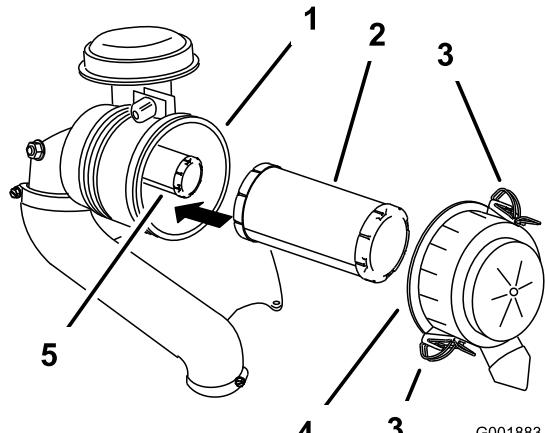

Bild 40
5. Schieben Sie den Hauptfilter vorsichtig aus dem Luftfiltergehäuse heraus (Bild 40).
3. Lösen Sie die Riegel am Luftfilter und ziehen Sie die Luftfilterabdeckung vom Luftfiltergehäuse ab (Bild 40).
2. Wenn Sie den inneren Filter auswechseln, schieben Sie ihn vorsichtig in das Filtergehäuse (Bild 40).
3. Schieben Sie den Hauptfilter vorsichtig auf den Sicherheitsfilter (Bild 40).
4. Bringen Sie die Luftfilterabdeckung an und befestigen die Riegel (Bild 40).